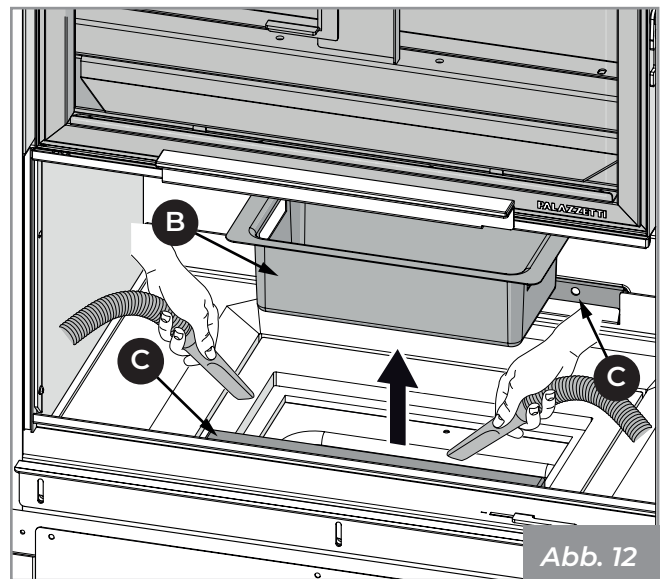

Abb. 12
- 2) Ziehen Sie die Aschelade (B) aus dem Sockel und saugen Sie die in den Fächern darunter angesammelte Asche auf (Abb. 12).
- 3) Die vorderen und hinteren Löcher (C) des Verbrennungsluftverteilers absaugen, um eine mögliche Ansammlung von Asche zu vermeiden (Abb. 12).